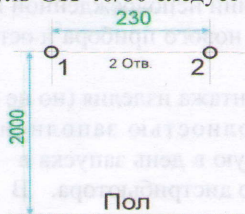

Рис. 1
1. Отметьте два отверстия, как это показано на (рис. 1). Для модели **GK-40** это **220** мм, а для модели **GK-80** это **430** мм.